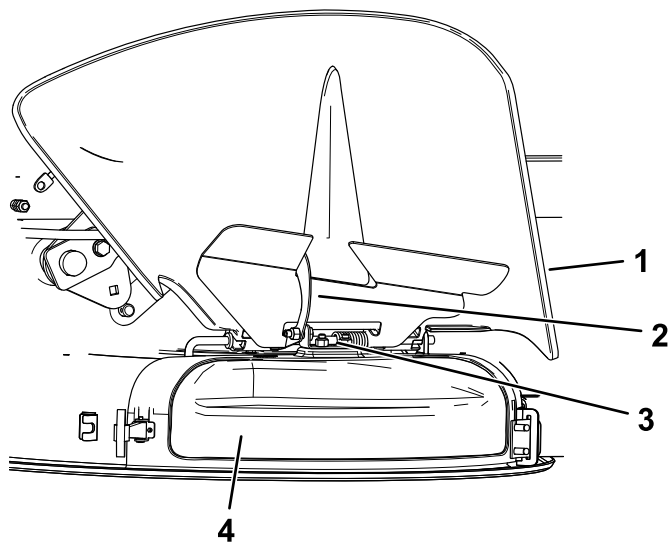

Figura 16
4. Liberare il dispositivo di chiusura a uncino sopra il coperchio dello scarico dall'asta di rotazione (Figura 16).
5. Sopra il coperchio dello scarico, agganciate il dispositivo di chiusura a uncino all'asta di rotazione del gruppo deflettore (Figura 16).